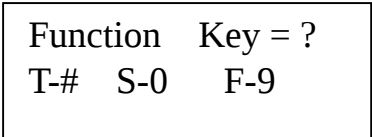
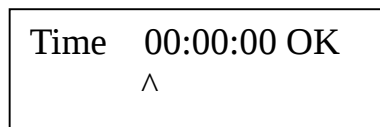

图 23
图 32
- (1) 显示图 5 或 6 时按前面板的“功能”键，显示图 23。图中“T”、“S”、“F”分别代表时间、参数、频率。“#”、“0”、“9”分别代表“#”、“0”、“9”键。
(1) 在显示图 5 或图 6 的情况下按前面板的“功能”键，显示图 23。
在显示图 5 或图 6 时，按“功能”键，显示图 23。按前面板的“#”键，显示图 32，进入设置时钟过程。